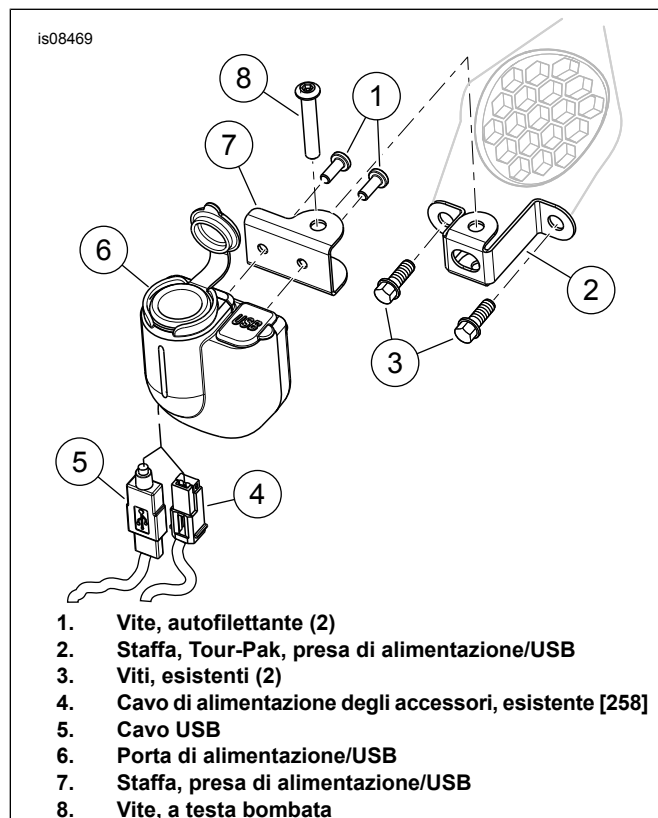

Figura 5. Porta di alimentazione a 12 V/USB, Tour-Pak
3. Vedere Figura 5. Rimuovere le viti (3) e la porta di alimentazione, se esistente.
4. Installare la staffa (7) della porta di alimentazione/USB (6) [299] fissandola con le viti (1) come mostrato.
5. Installare la staffa (2) fissandola con le viti (3). Serrare le viti ad una coppia di 2,8–4 N·m (25–35 in-lbs).
6. Unire il cavo degli accessori (4) e il cavo USB (5) alla porta di alimentazione/USB.
11. Installare sulla staffa (2) la porta di alimentazione/USB fissandola con la vite (8). Serrare le viti ad una coppia di 2,2–2,8 N·m (20–25 in-lbs).